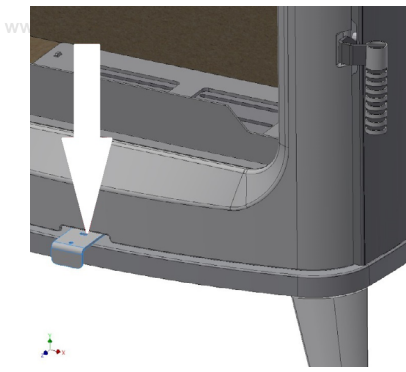

Fig. 7 -
- Cuando el conducto de humos esté lo suficientemente caliente, cierre el registro (2). **Fig. 7**.
Cierre el registro (**Fig. 7**). La autonomía de la estufa es de unos 45/60 minutos. Al finalizar la combustión, cargue la estufa de nuevo.
Cierre el registro hasta la mitad (**Fig. 7**). La autonomía de la estufa es de unos 45/60 minutos. Al finalizar la combustión, cargue la estufa de nuevo.